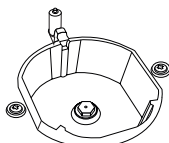
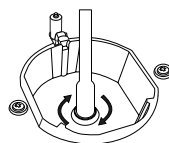

Abbildung 4
Abbildung 5
2. Bitte entfernen Sie die Düse (Abbildung 4) mit dem Spezialdüsentreiber vom Brenner und installieren Sie eine neue Düse. (Abbildung 5)